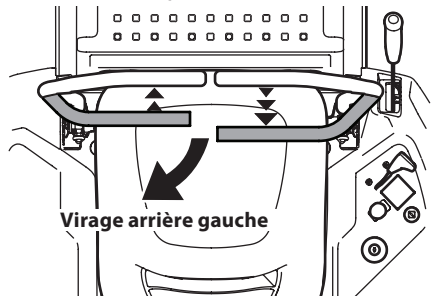

Figure 26
1. Pour tourner à gauche en marche arrière, déplacez le levier de contrôle de gauche vers l'avant du levier de contrôle de droite. Consultez la Figure 26.